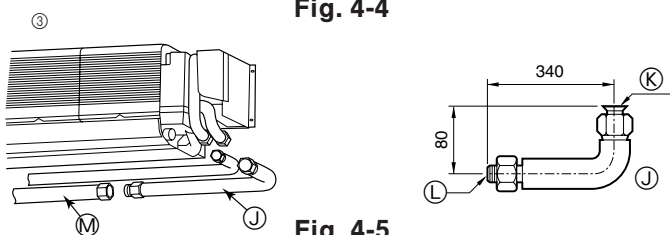

Fig. 4-5
- ③ Σωλήνας σύνδεσης σχήματος "L" (για σωλήνες αερίου) (Fig. 4-5)
- Ⓐ 107 χιλ. (60, 71), 102 χιλ. (100)